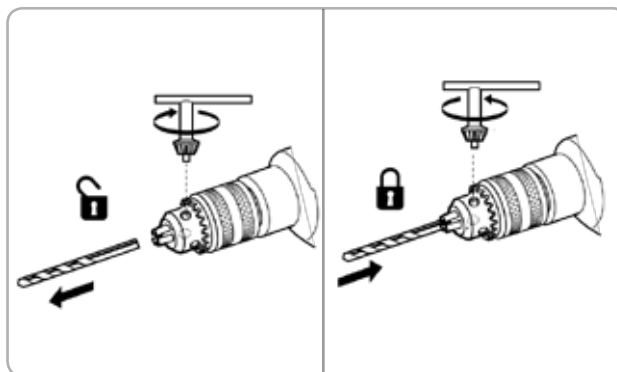

Fig.6
• Verificați dacă burghiul este bine fixat. Fig 6
• Faceți un scurt test lăsând mașina să funcționeze în gol pentru scurt timp. Fig 6